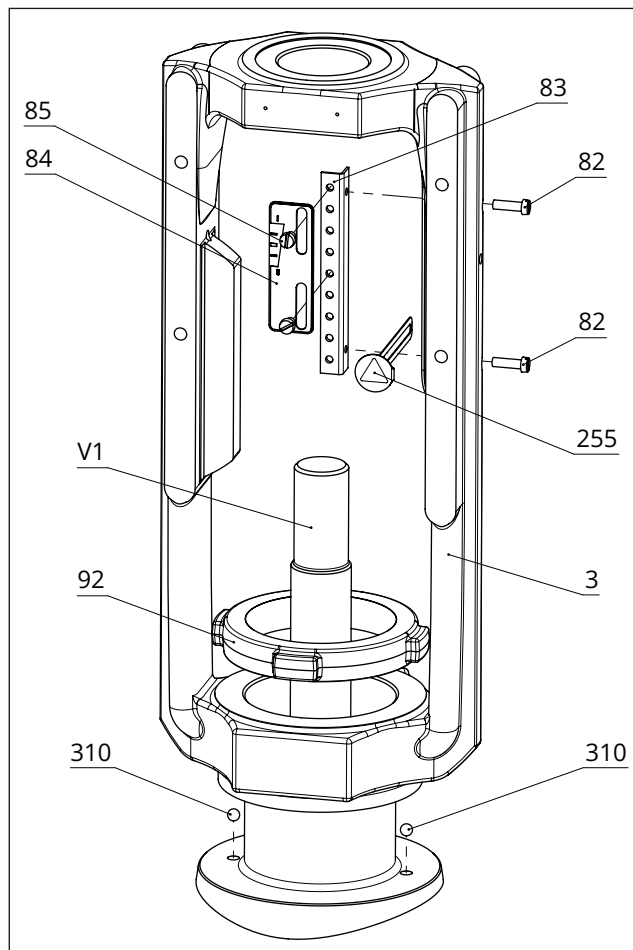
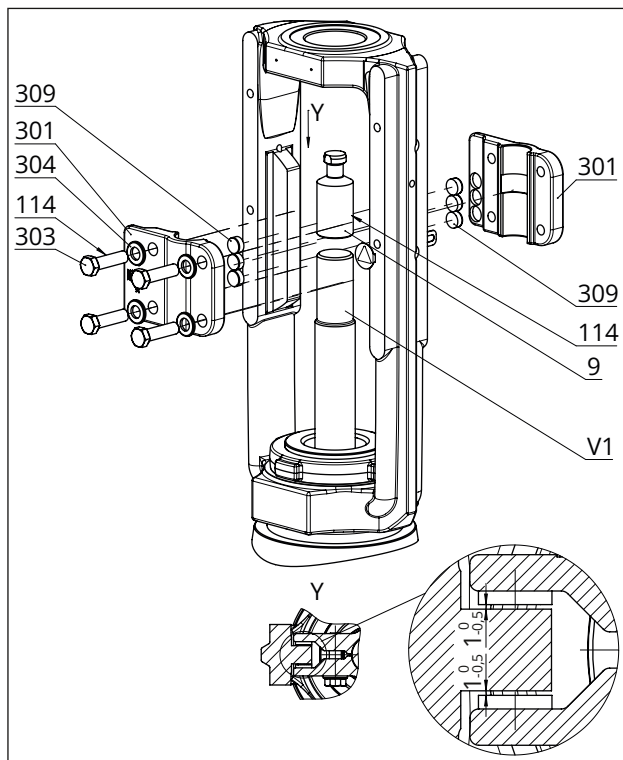

Bild 22: Montageübersicht der Baugruppe Joch mit Hubschild in der Standardausführung
Bild 23: Montageübersicht der Verdrehesicherung in der Standardausführung
Vgl. Bild 22 und Bild 23
- Zwischen den Gleitscheiben und ihrer Auflage am Joch ist ein nomineller Spalt zwischen 0,5 und 1 mm auf jeder Seite (vgl. Detail Y in Bild 23).